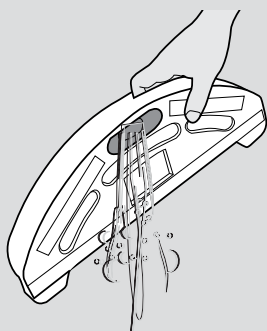

Fig. 16
4. Ta bort vattentanken och moppen efter moppling. Öppna gummilocket och håll ut det återstående vattnet från vattentanken. [Fig. 16]